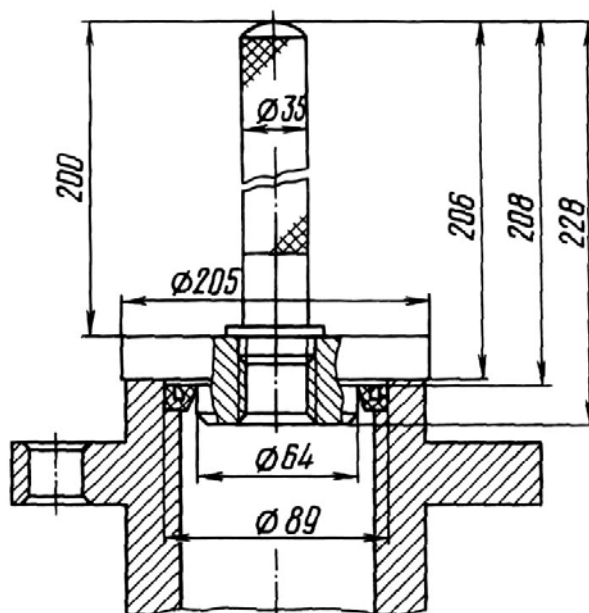

Рис.53. Запрессовка манжеты в корпус шаровой опоры
4. Запрессуйте в корпус шаровой опоры 22 (см. рис.44) манжету 24 полуоси 25. Смажьте рабочую кромку манжеты трансмиссионным маслом. Убедитесь в правильном расположении пружины в канавке манжеты. Запрессуйте манжету оправкой (рис.53), не допуская перекосов манжеты. Манжета должна быть обращена пружиной к картеру моста.